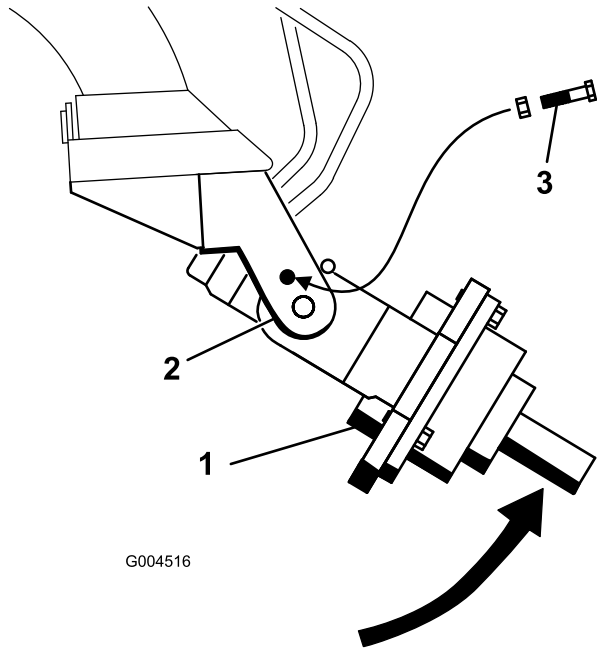

Bild 5
4. Drehen Sie den Antriebskopf für den Erdbohrer manuell nach oben, bis Sie eine Schraube (1/2" x 2-1/2") in das Loch am Wiegearm schieben und den Antriebskopf befestigen können. Ziehen Sie die Schraube leicht mit einer Bundmutter (1/2") an (Bild 5).